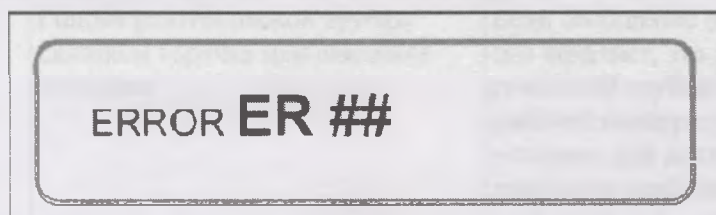

Рисунок 61
9.1 При неправильном использовании или при технических неисправностях аппарата на дисплее ПК появляются сообщение об ошибке (см. рисунок 61).